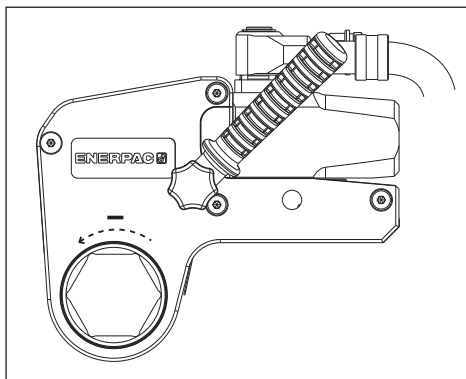

Fig. 11
4.3.3 Aflojar una tuerca o perno (Fig. 11 y 12)
- Coloque el pie de reacción (18) contra un punto de reacción adecuado (19). El punto de reacción contrarrestará la fuerza producida por la herramienta en funcionamiento.